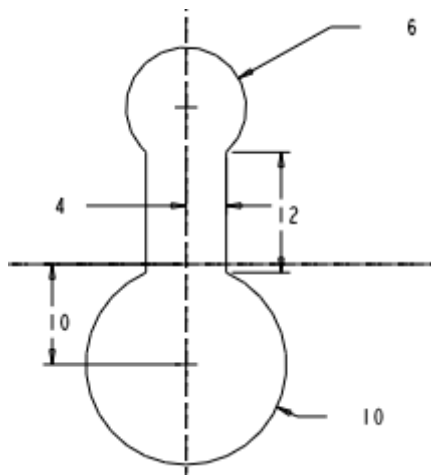

图 3-4
- (4) 单击草绘工具栏中的  按钮，系统再次进入草绘状态，并且与轨迹垂直的面作为扫描截面绘图面。
- (5) 绘制如图 3-4 所示的截面作为扫描截面。